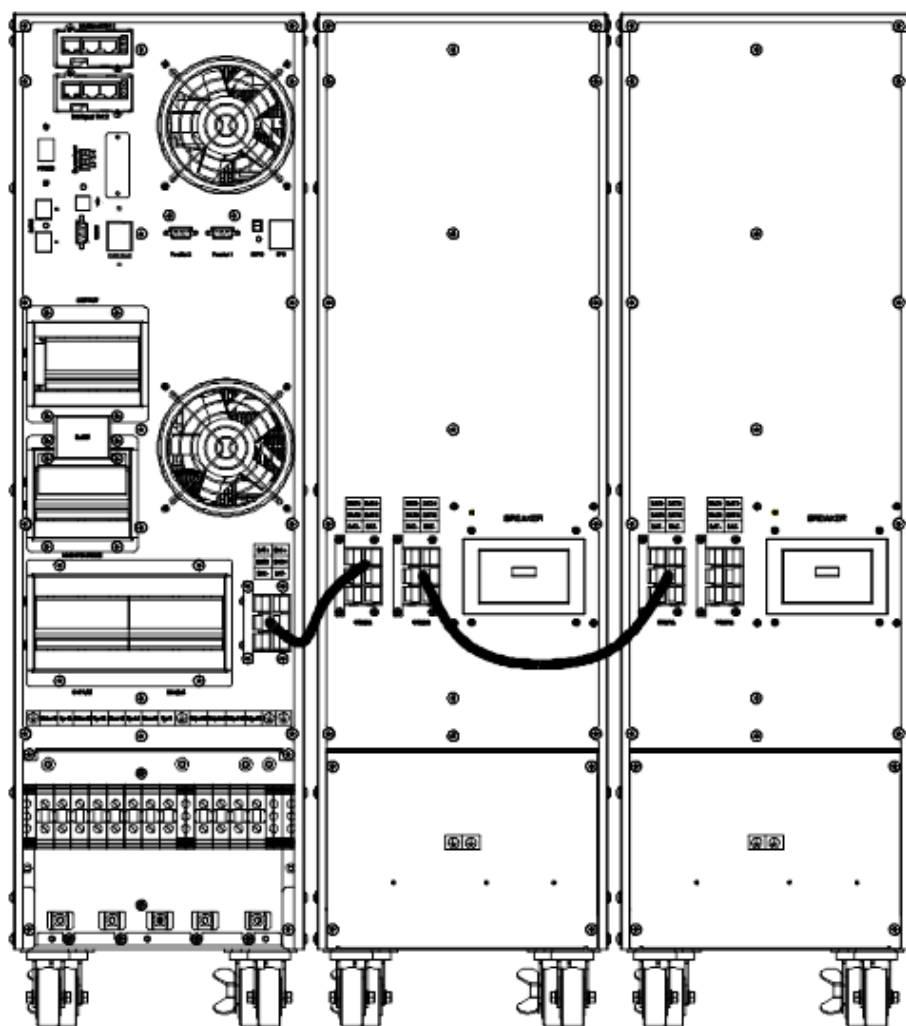

Figura 3-19: Conexión de la Batería de 10 kVA, 15 kVA y 20 kVA
1. Instale y cablee el sistema UPS como se muestra en la Figura 3-19.